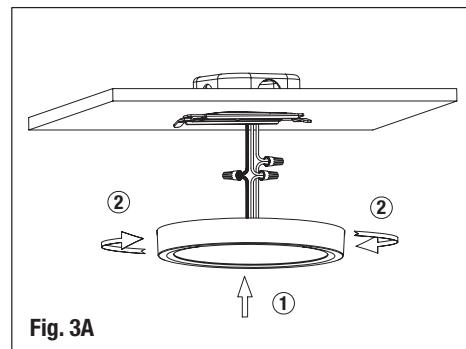

Fig. 3A
- Push the luminaire towards the ceiling and rotate it to make the mounting bracket and the luminaire body fixed tightly, as shown in Fig. 3A.
- Pousser le luminaire vers le plafond et faites-le tourner pour que le support de montage et le corps du luminaire soient bien fixés, comme indiqué sur la figure 3A.